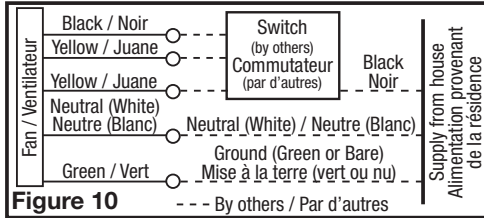

Figure 10
- Intermittent Ventilation:** For two speed fans wired for intermittent ventilation with a standard duplex toggle switch (such as Leviton 5224-2W not included). Connect the White wire of the fan to the White (Neutral) wire from the power source. Connect the ground wire from the fan to the ground wire from the power source. Properly ground the switches. Connect the black wire from the supply to one side of the top switch. Connect the black wire from the fan to the other side of the top switch, Connect 1 yellow wire from the fan to each side of the bottom switch. The top switch turns the fan On & Off, the bottom switch changes speed between high and low (Figure 10).
2b. Ventilation intermittente: Pour les ventilateurs à deux vitesses, raccordés pour une ventilation intermittente avec un interrupteur à bascule duplex standard (comme Leviton 5224 -2W non inclus). Connectez le fil blanc du ventilateur au fil blanc (neutre) de la source d'alimentation. Connectez le fil de terre du ventilateur au fil de terre de la source d'alimentation. Mettez à terre les interrupteurs correctement. Connectez le fil noir de la source d'alimentation à un côté de l'interrupteur. Connectez le fil noir du ventilateur à l'autre côté de l'interrupteur. Connectez 1 fil jaune du ventilateur à chaque côté de l'interrupteur. Le commutateur avec les connexions noires met le ventilateur en marche et arrêt. Le commutateur avec les connexions jaunes change la vitesse entre haute et basse (Figure 10).